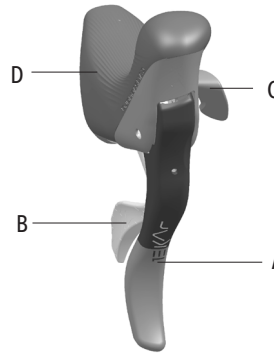

図1
エルゴパワーの構成部品（図1）は以下の通りです：
- ・ ブレーキ・レバー（A - 図1）
- ・ 外側レバー（B - 図1）
- ・ 内側レバー（C - 図1）
- ・ ブラケット・カバー（D - 図1）
・ レバーA（図1）はブレーキを動作させます。左右どちらのレバーが、前後どちらのホイールを制動させるのかを確認してください。